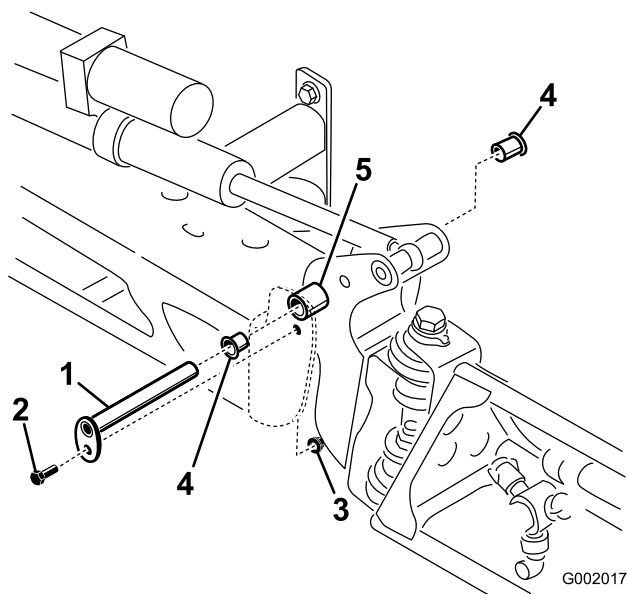

Figura 52
5. Togliete le boccole di nylon dal lato frontale e posteriore della staffa orientabile e controllatele (Figura 52). Sostituite le boccole avariate.
7. Montate la barra e la staffa orientabile nel telaio centrale, allineando i fori (Figura 52).
3. Quando il peso della barra è supportato, toglie il bullone e il dado che fissano il perno di articolazione nel gruppo barra (Figura 52). Togliete il perno di articolazione.